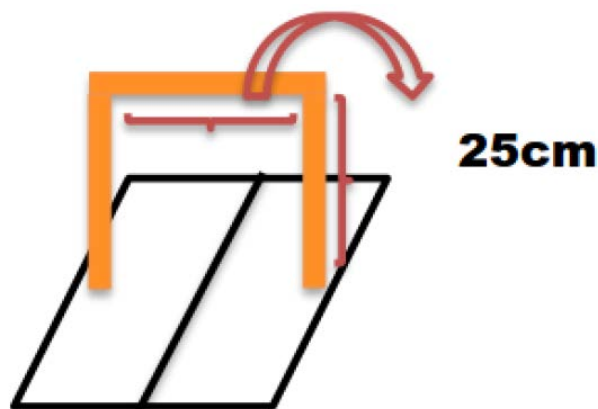

Figura 12 – Passagem posicionada no caminho do robô.
6.5.1 Pode existir uma única passagem na área de percurso. A passagem será construída de três pedaços de madeira fixados um ao outro com um vão livre interno de 25 cm de lado e 25 cm altura para que o robô possa atravessá-la, como demonstrado na Figura 12. A passagem só poderá ser posicionada em uma linha reta no caminho do robô. Se o robô derrubar ou deslocar a passagem por mais de 1 cm, em qualquer momento durante a execução da rodada, será considerada FALHA DE PROGRESSO. A passagem volta para a posição correta após a FALHA DE PROGRESSO.